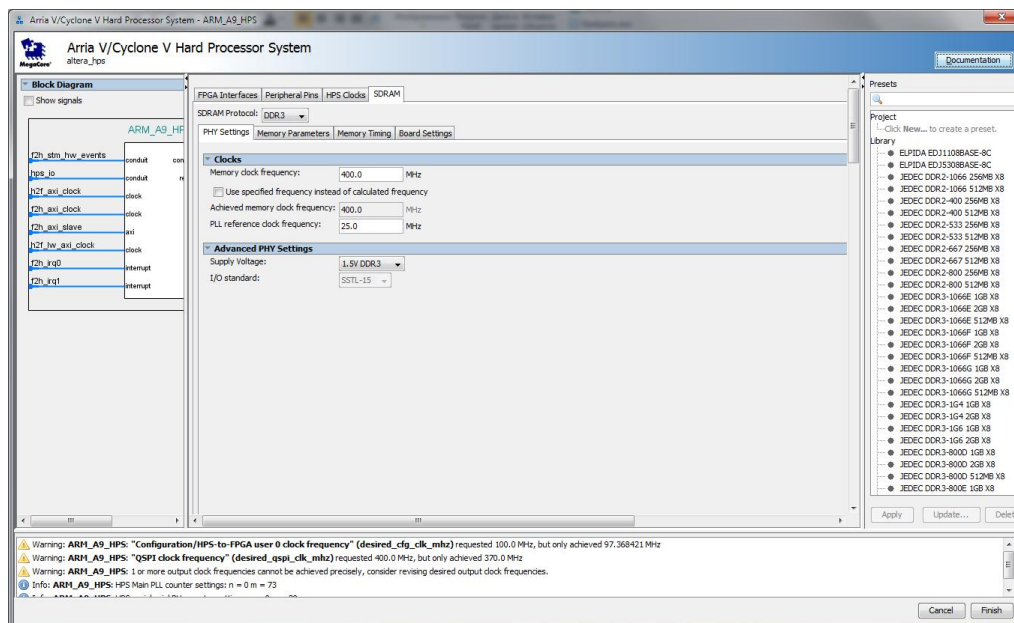

Рис. 54. Налаштування інтерфейсу SDRAM
- Перейдіть до сторінки **SDRAM** та виконайте налаштування інтерфейсу зовнішньої оперативної пам'яті у відповідності до рис. 54– 58.